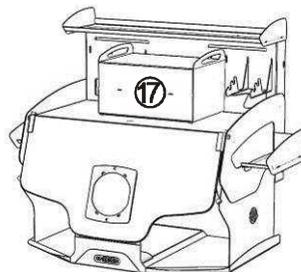

Рис.4
Модуль угольного фильтра для нейтрализации вредных газов ЗОНТ 5.0 БОКС АРТ (17), рис.4.